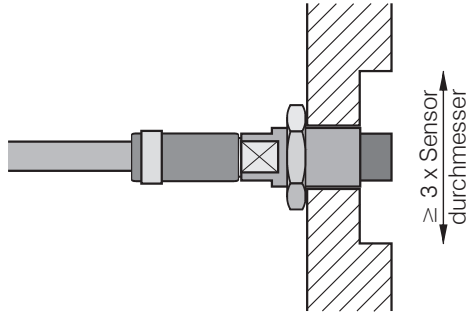

Abb. 15 Flächenbündige Montage eines ungeschirmten Sensors in einer metallischen Halterung mit Aussparung
- Montieren Sie ungeschirmte Sensoren bündig in die metallische Sensorhalterung. Achten Sie dabei auf eine Aussparung an der Halterung in der Größe des dreifachen Sensordurchmessers, siehe Abb. 15.